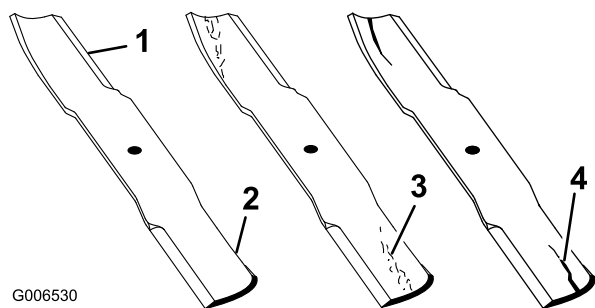

Figura 77
1. Inspeccione los filos de corte (Figura 77). Si los bordes no están afilados o tienen muescas, retire las cuchillas y afílelas. Consulte Afilado de las cuchillas.
2. Inspeccione las cuchillas, especialmente la parte curva. Si observa fisuras, desgaste o la formación de una ranura en esta zona, instale de inmediato una cuchilla nueva (Figura 77).